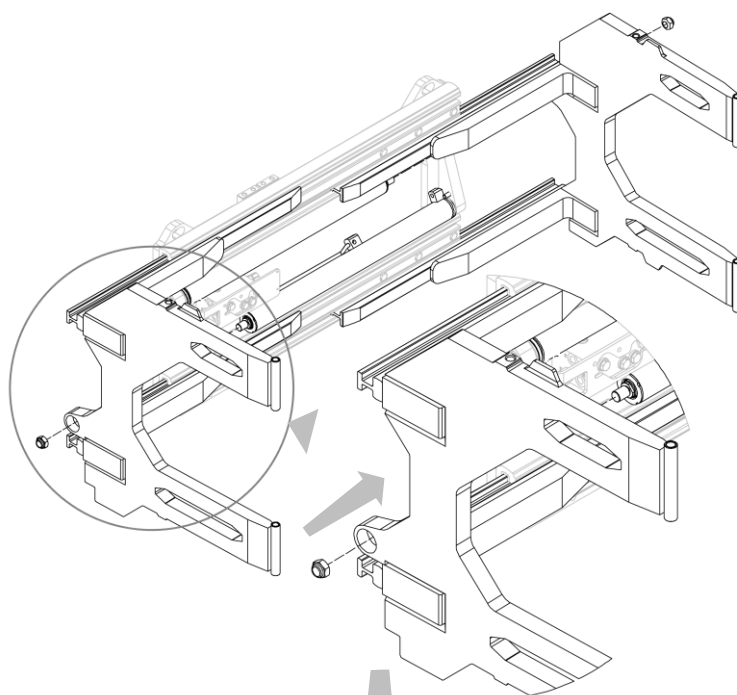
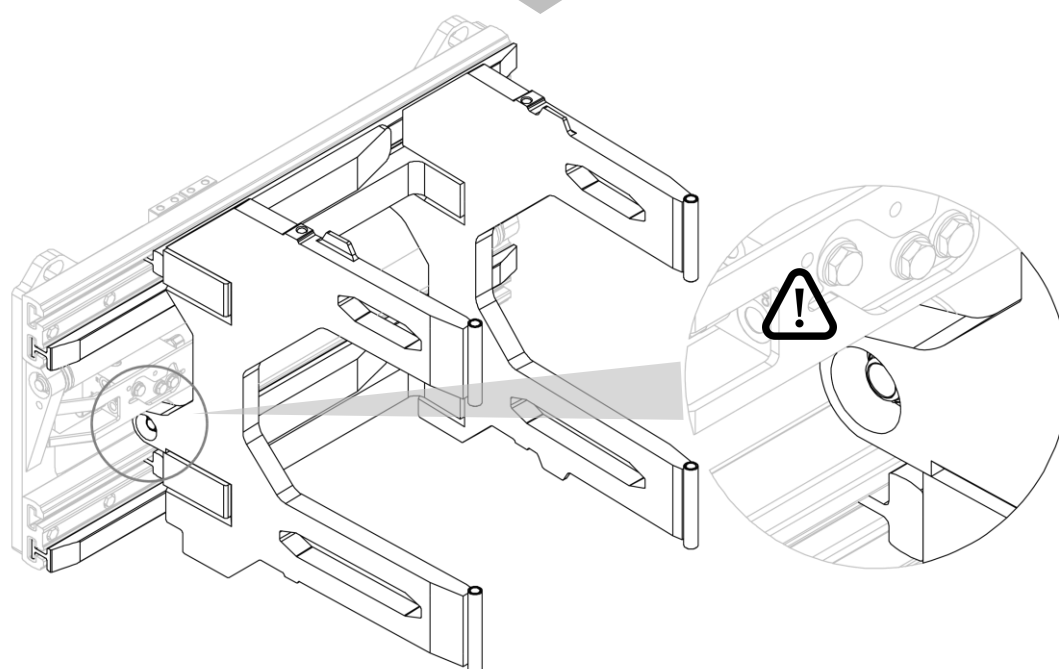

Figure 13
Figure 14
2. Insérer, une par une, les fourches dans les logements appropriés et serrer les écrous qui les fixent aux vérins (voir Figure 13 et Figure 14).